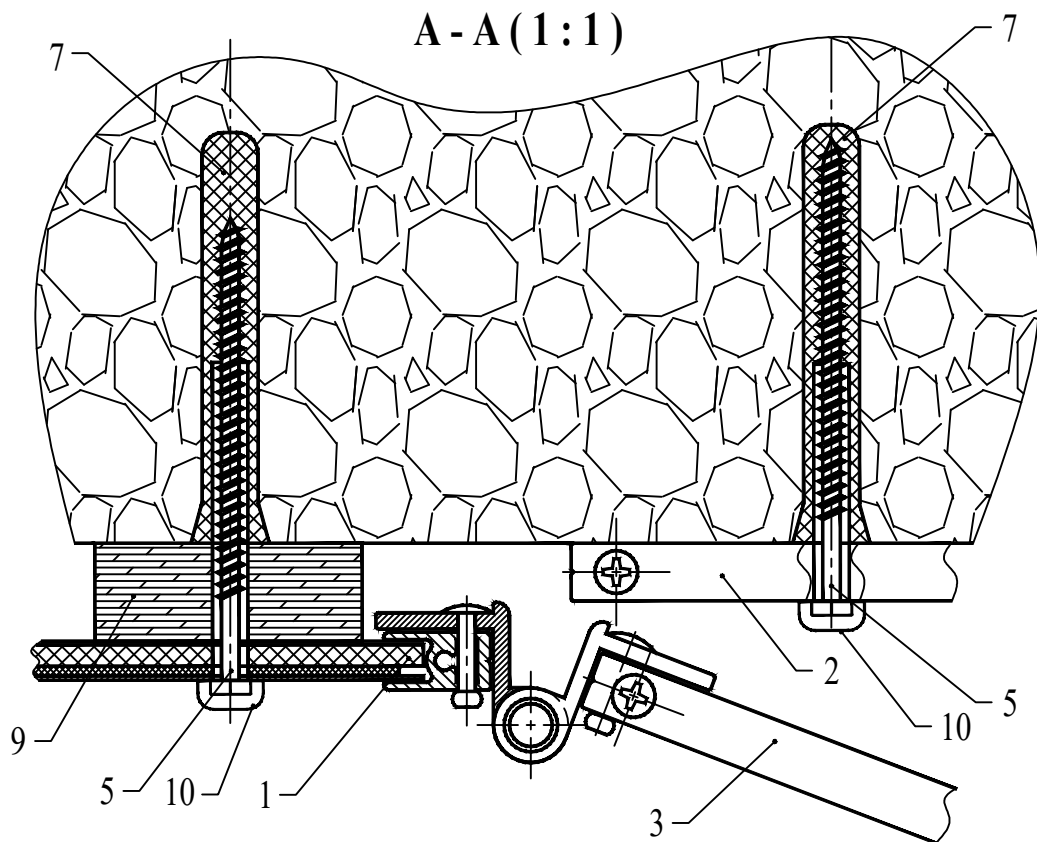

Рис.4
7.2. Установить в верхний паз лотка основное полотно (1), выровнять его и по отверстиям в его верхней части размечаем места сверловки. Затем, убрав полотно, по размеченным местам сверлим отверстия $\varnothing 8$ мм глубиной 60 мм, забиваем в них три дюбеля (7) и закрепляем основное полотно (1) на стене, также используя проставки (9), шурупами (5) (Рис.4).
7.3. Размечаем на стене места сверловки для крепления малых полотен (2) и повторяем операцию сверловки с теми же параметрами, что и в п.1 Навешиваем малые полотна (2) без проставок, используя шурупы (5) (Рис.4). Все шляпки шурупов (5) закрываем декоративными колпачками (10).
7.4. Навешиваем поворотные полотна (3) (Рис.4).